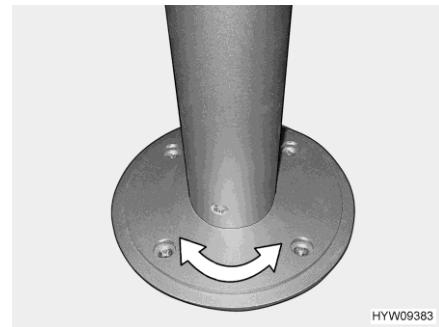

Bild 97 Pelar-bordsben (vridbart)
- Vrid bordsskivan till önskad position. Detta kräver en viss kraftansträngning eftersom bordsskivan vrids mot friktionsmotståndet på pelar-bordsbenet (Bild 97).